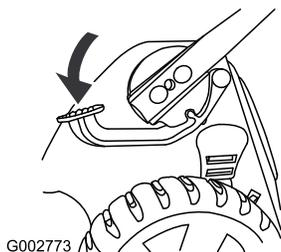

Figura 36
1. Premete il pedale col piede e tenetelo premuto (Figura 36).